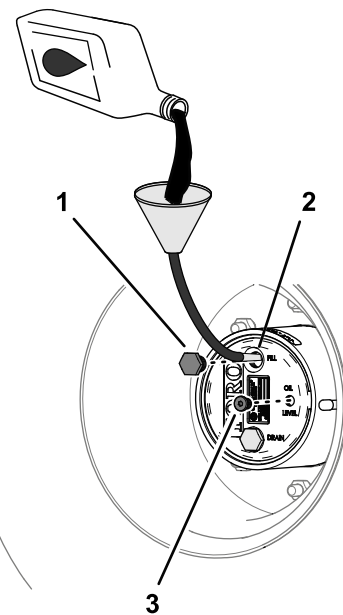

Figure 98
4. Si le niveau d'huile est trop bas, enlevez le bouchon de remplissage et ajoutez l'huile spécifiée jusqu'à ce qu'elle ressorte par le trou du bouchon de contrôle (Figure 98) ; voir Spécifications de l'huile du train planétaire \(page 74\).
6. Remettez en place les bouchons de remplissage et de contrôle (Figure 98).
- Versez lentement l'huile pour engrenages spécifiée par l'orifice du bouchon de remplissage ; voir Figure 98 sous Contrôle du niveau d'huile du train planétaire \(page 74\).
- Remettez en place les bouchons de remplissage et de contrôle ; voir Figure 98 sous Contrôle du niveau d'huile du train planétaire \(page 74\).